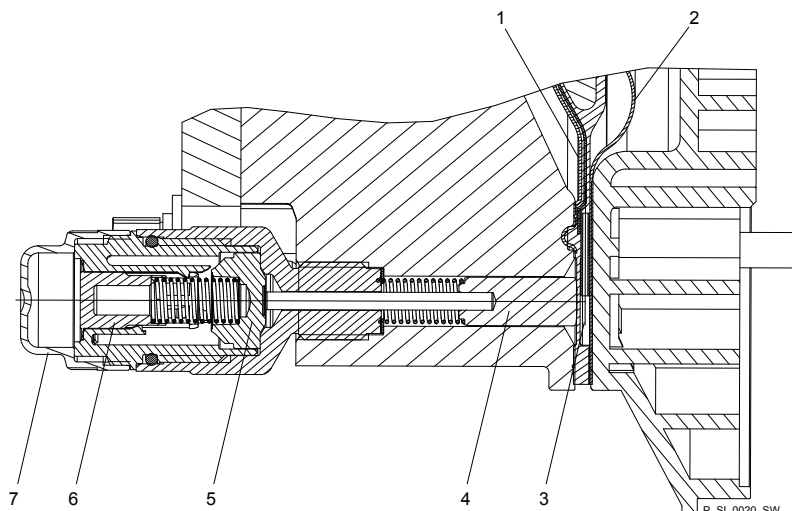

Fig. 34: Vista in sezione della segnalazione di rottura della membrana Sigma (versione "indicatore di rottura ottico")
2. ➤ Se il pistone del sensore di rottura membrana dovesse essere umido o sporco (vedere Fig. 34, pos. 4), pulire sia il pistone che il foro in cui scorre.